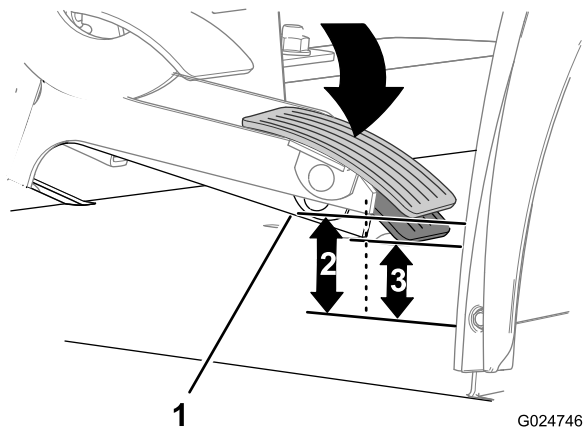

Figura 43
1. Com o pedal do acelerador para cima, meça a distância entre o canto inferior traseiro do braço do pedal e o chão (Figura 43).
2. Mova suavemente o pedal do acelerador para baixo até que a folga entre o pedal do acelerador e o cabo do acelerador desapareça (Figura 43).
3. Mantendo o pedal na posição para remover a folga, meça a distância entre o canto inferior traseiro do braço do pedal e o chão (Figura 43).